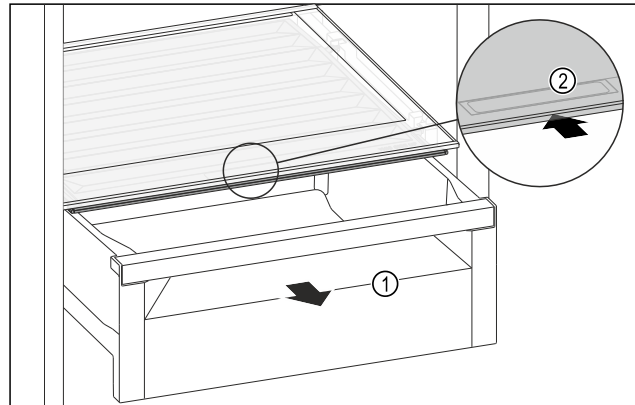

Fig. 109
- ▶ Извлеките выдвижной ящик Fig. 109 (1).
- ▶ Возьмитесь за утопленную ручку Fig. 109 (2) на крышке отделения и одновременно введите крышку отделения назад.